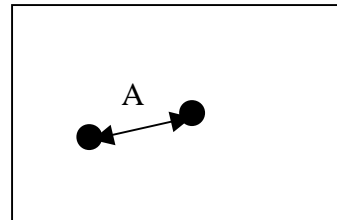

Bild 2
8. Prüflingsebene oder Kamera so lange verkippen bis der zweite Punkt (Bild 2) im Monitor sichtbar wird
Der Abstand A (Bild 2) zwischen den beiden Punkten wird in Millimeter in die Gleichung eingesetzt. Er wird auf dem Kamerachip gemessen!